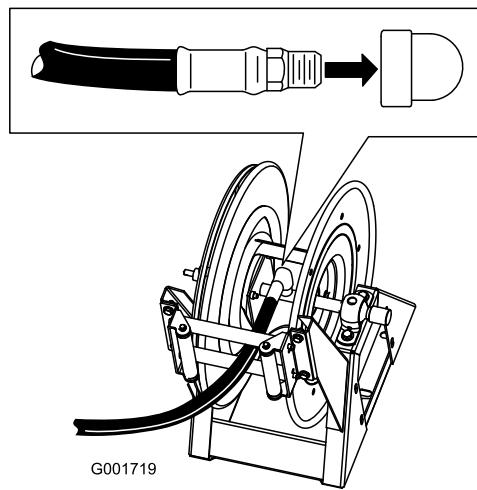

Figure 14
- Enroulez du ruban Teflon® autour du filetage du raccord du long flexible et insérez le raccord dans le tube de raccordement sur le dévidoir (Figure 14).